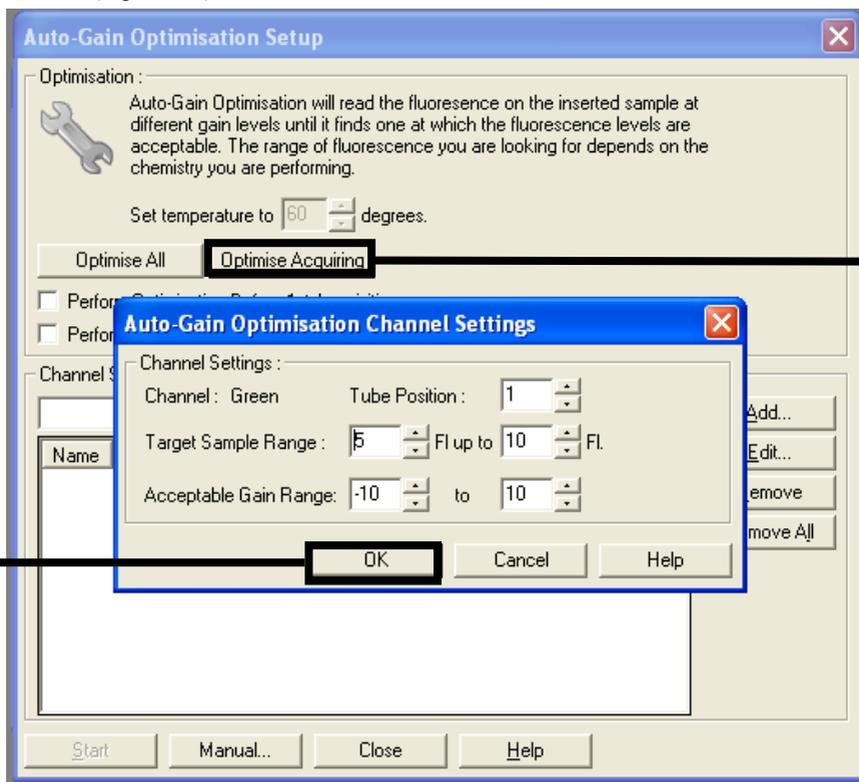

Figura 31. "Auto-gain Optimization" (Ottimizzazione automatica del guadagno) per il canale verde.
13. Fare clic su **Optimise Acquiring** (Ottimizza acquisizione). Per ogni canale vengono visualizzate le impostazioni corrispondenti. Fare clic su **OK** per accettare questi valori predefiniti (Figura 31).